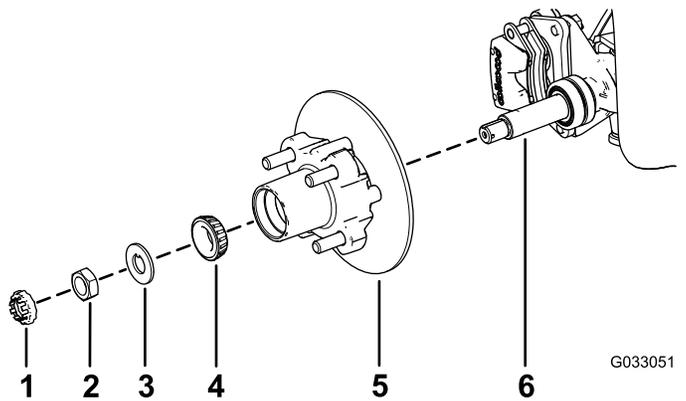

Рисунок 29
- Нанесите тонкий слой консистентной смазки указанного типа на ось (Рисунок 29).
- Установите ступицу и тормозной диск на ось так, чтобы тормозной диск был внутри (Рисунок 29).
- Установите наружный подшипник на ось и в наружное кольцо (Рисунок 29).
- Установите стопорную шайбу на ось (Рисунок 29).
поворачивая ступицу так, чтобы подшипник был посажен на место (Рисунок 29).
- Совместите тормозные колодки с обеих сторон тормозного диска (Рисунок 25) с отверстиями в кронштейне суппорта и отверстиями в креплении тормоза на цапфе (Рисунок 29).